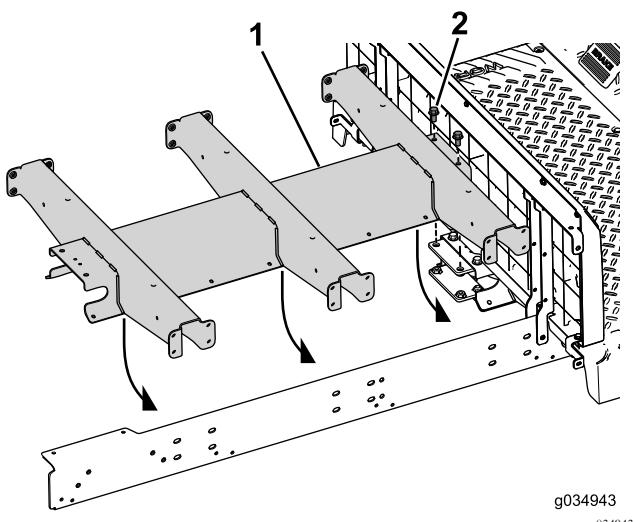

Figura 24
4. Insira os dois parafusos (3/8 x ¾ pol.) através do canal central e da montagem traseira (Figura 24).